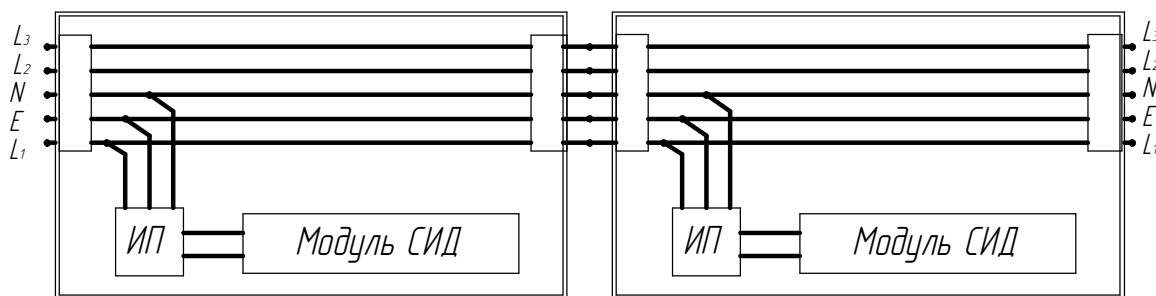

Рисунок 4 - Схема сквозной проводки
2.9 Светильники, предназначенные для установки в линию, предусматривают в своей конструкции сквозную проводку. Схема сквозной проводки приведена на рис.4.